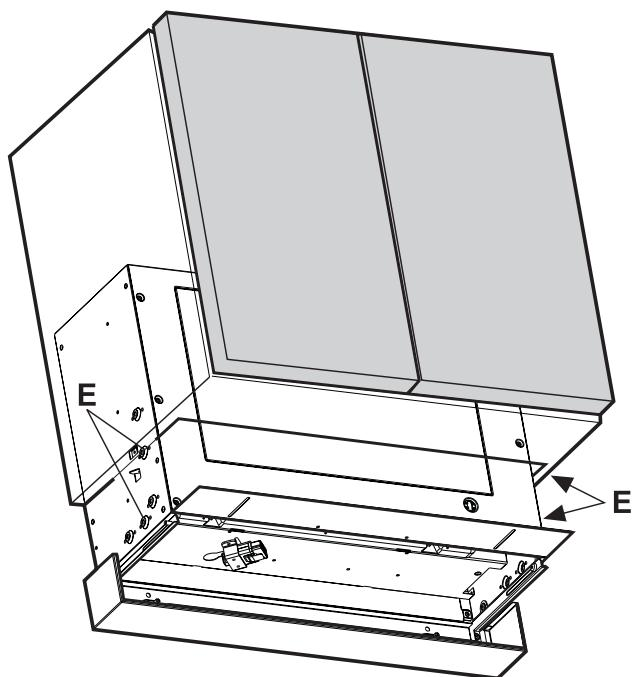
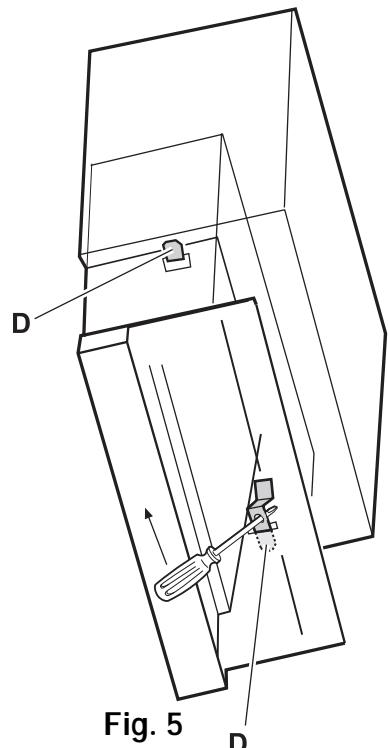
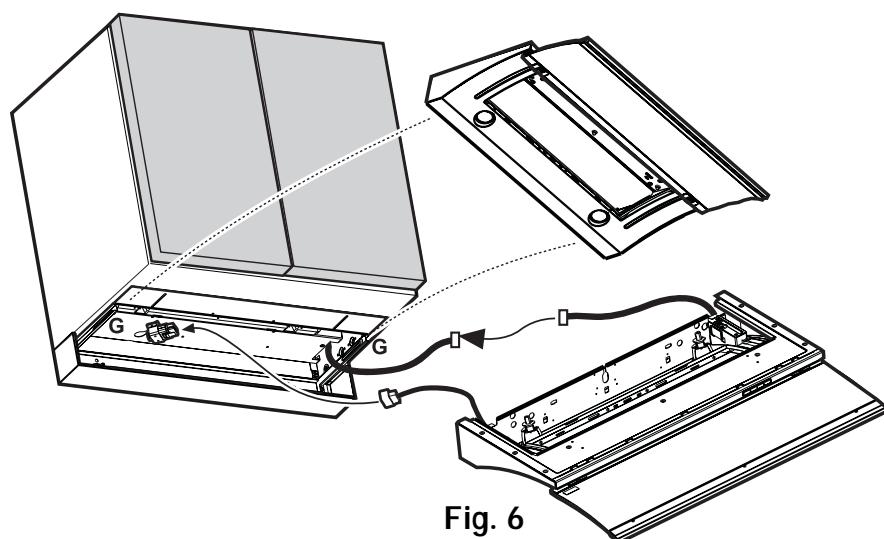

Fig. 4
Fig. 5
Fig. 6
4. Führen Sie den Wandkasten der Dunstabzugshaube in den Hängeschrank ein (Abb. 4); dieser kann vorübergehend auf den seitlichen Federn **D** (Abb. 5) abgestützt werden, die in die Sacklöcher Ø 5 mm gedrückt werden; hierzu die seitlichen Federn unter Zuhilfenahme eines Schraubenziehers zum Inneren des Wandkastens hin drücken.
5. Prüfen Sie, dass die Führungsleisten **G** (Abb. 6) absolut parallel zum unteren Rand des Hängeschanks verlaufen; befestigen Sie dann den Wandkasten der Dunstabzugshaube mit 4 Schrauben (**E** - Abb. 4 - zwei pro Seite) an den Seitenteilen des Hängeschanks. Die Schrauben werden **vom Inneren des Wandkastens der Dunstabzugshaube** am Hängeschrank auf der Höhe der schon praktizierten 4 Sacklöcher Ø 2 eingeführt (siehe Arbeitsschritt 3).
6. Schieben Sie die Blende auf die Führungsleisten **G** der Bügel und stellen Sie die elektrischen Anschlüsse zwischen der Blende und dem Wandkasten her (Abb. 6).
4. Fit the hood body inside the wall cupboard (Fig. 4), and fix it temporarily by means of the side springs **D** (Fig. 5) hooked in the Ø 5 mm blind holes; to do so, prise the side springs inwards using a screwdriver.
5. Check that guides **G** (Fig. 6) are perfectly parallel with the lower edge of the cupboard, then secure the hood body to the sides of the cupboard using 4 screws (**E** - Fig. 4 - two each side). Fix the screws **from the inside of the hood body** onto the cupboard through the Ø 2 mm blind holes drilled previously (see step 3).
6. Fit the drawer on the bracket guide **G**, then carry out the electrical connections between the drawer and body (Fig. 6).